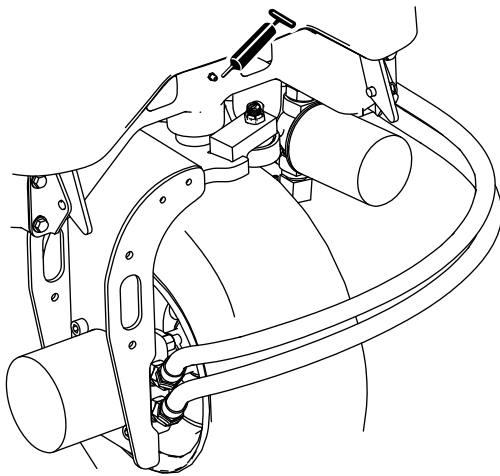

Figura 30
- Pivote de dirección (Figura 30)